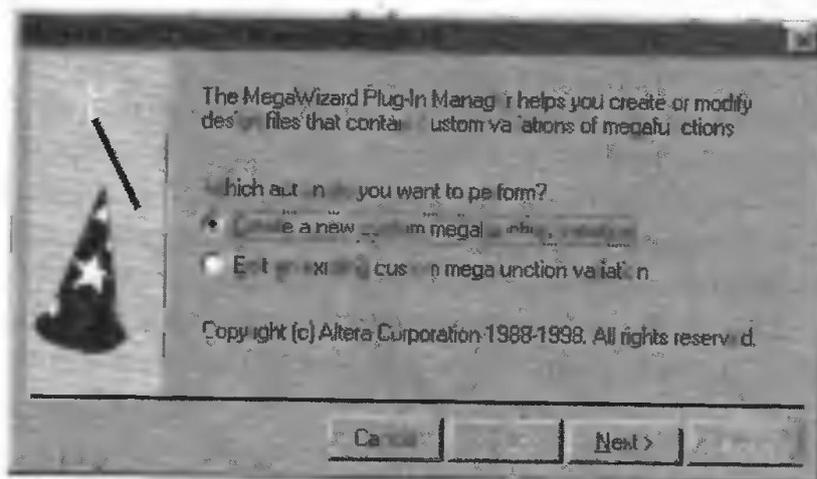

Рис. 3.31
1. В меню **Tools** (инструментальные средства) выберите команду **MegaWizard**. Появится окно мастера **MegaWizard** (рис. 3.31).